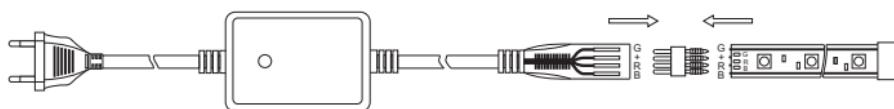

Рисунок 5
– вставить коннектор RGB, идущий в комплекте с драйвером, в RGB ленту. Коннектор имеет разную форму выводов: заострённые выводы подключить к ленте, а скруглённые выводы – к разъёму драйвера (рисунок 5);
– вставить коннектор с лентой RGB в разъем драйвера LED ИПСН RGB 220 В в соответствии с полярностью (7.5). Контакты в разъёме драйвера расположены несимметрично (рисунок 5). При монтаже разъём драйвера расположить так, чтобы контакты располагались в нижней части разъёма;